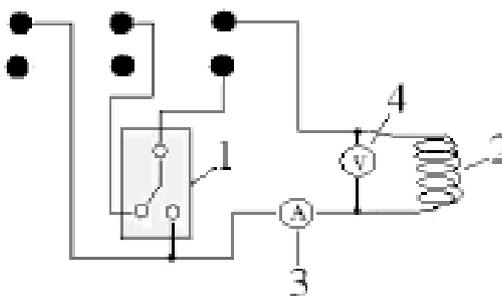

Рис. 2. Электрическая схема включения измерительного прибора: 1 – ключ; 2 – электрический нагреватель; 3 – амперметр; 4 – вольтметр
Электрическая схема включения измерительного прибора, вольтметра, амперметра и нагревателя показана на рис. 2.
1.2. Подсоединить провода для измерения тока и напряжения к измерительному прибору, амперметру и вольтметру по схеме, представленной на рис. 2. Измерительный прибор должен показывать четыре значащие цифры отсчёта времени в секундах. Для этого на приборе (8) должны быть установлены (красная подсветка) диапазоны: Display – "s", Function – "Timer", Trigger – " $\square$   $\square$   $\square$ " (третья шкала сверху).
2.2. Подсоедините провода для измерения тока и напряжения к измерительному прибору, амперметру и вольтметру по схеме, представленной на рис. 2. Измерительный прибор должен показывать четыре значащие цифры отсчёта времени в секундах. Для этого на приборе (8) должны быть установлены (красная подсветка) диапазоны: Display – "s", Function – "Timer", Trigger – "┌┐" (третий сверху шкалы).